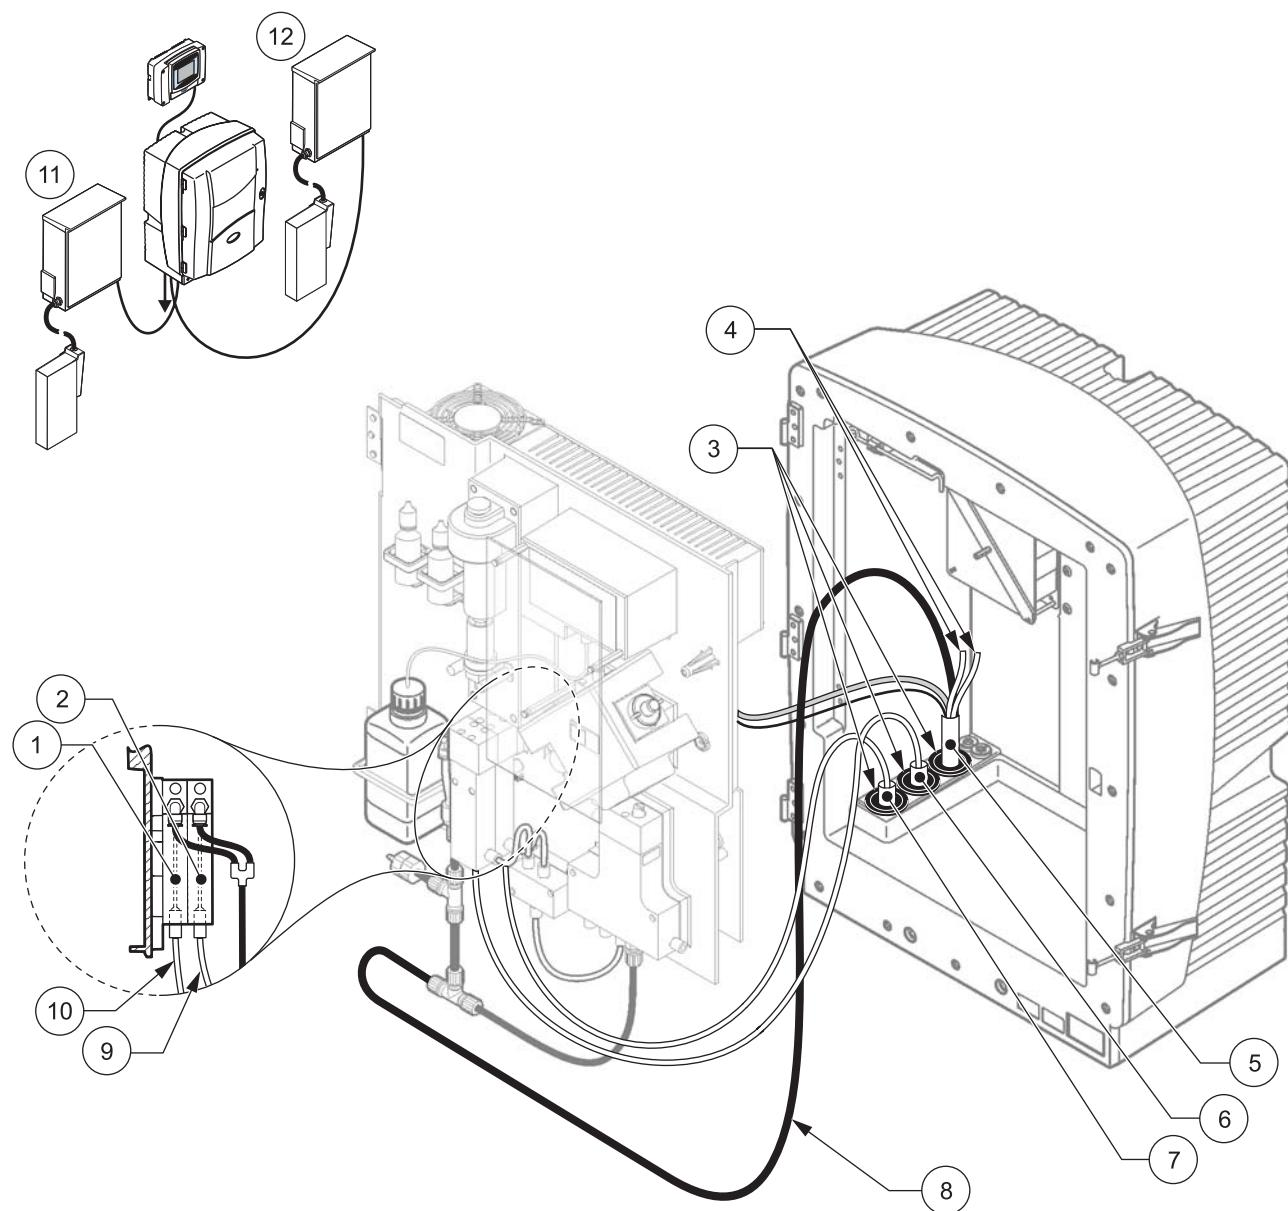

图 27 选项 5 设置
请参考图 27 以及选项 5 的以下说明:
2. 通过分析器开口从 FILTRAX 1 引出加热的软管 (图 27, 项目 7)。使用 1 号密封塞加固。